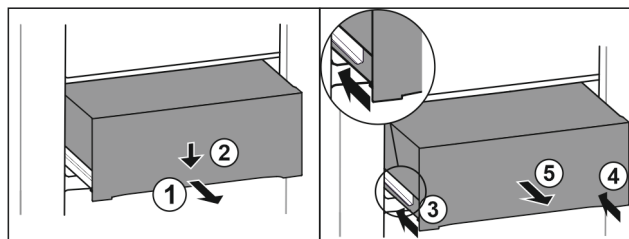

Fig. 106
- ▶ Træk skuffen halvt ud. *Fig. 106 (1)*
- ▶ Tryk skuffen ned på forsiden. *Fig. 106 (2)*
- ▶ Skub venstre skinne ca. 2 cm ind. *Fig. 106 (3)*
- ▶ Skub højre skinne ca. 2 cm ind. *Fig. 106 (4)*
- ▶ Tag skuffen ud fremefter. *Fig. 106 (5)*